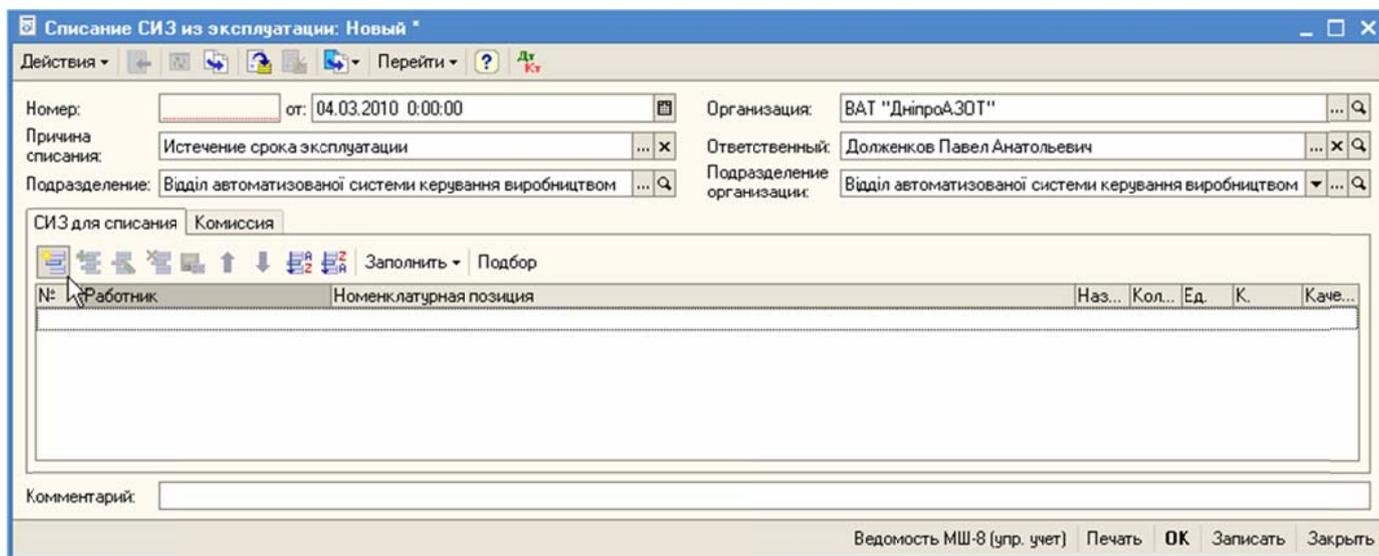

Рисунок 71 – Новый документ «Списание СИЗ из эксплуатации»
2. Создать новый документ «Списание СИЗ из эксплуатации» (Рисунок 71).